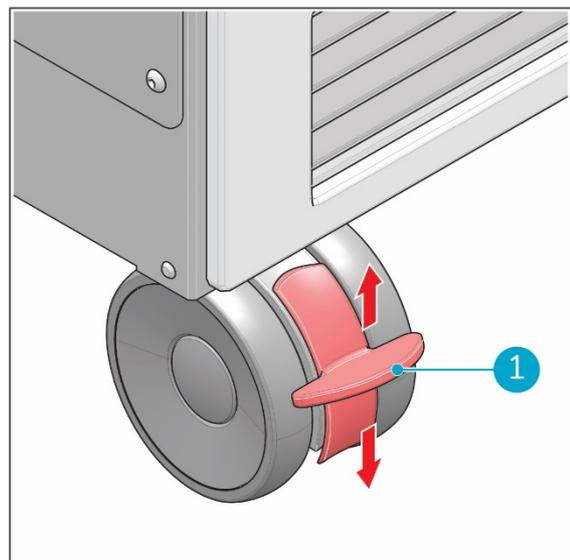

Figure 5
Placez toujours l'i-air Pro en position verticale. Une fois correctement positionné, bloquez toujours les freins des roulettes avant (Figure 5, pos. 1) lorsque l'i-air Pro est en fonctionnement.